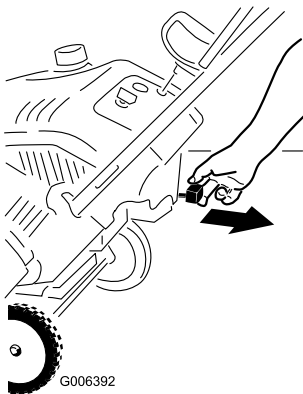
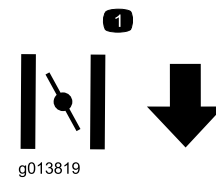

Figura 13
Figura 14
2. Tire de la palanca del estérter (Figura 13 y Figura 14).